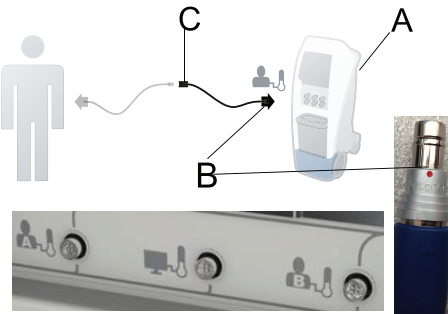

Figure 6 –
- Aligner le point rouge sur le **câble adaptateur réutilisable** (B) avec le port de sonde du patient A ou B du contrôleur (A) (Figure 6).